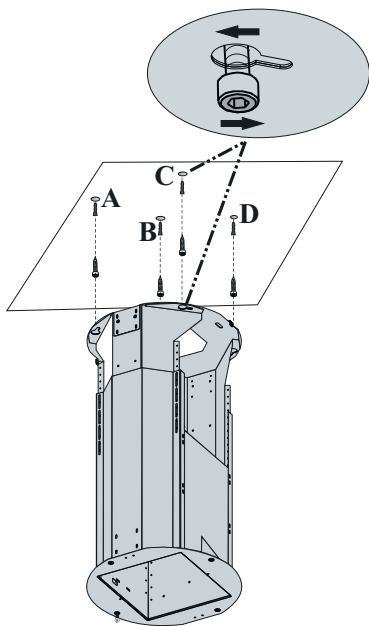

Fig. 12
- Slå in pluggarna Ø10 mm i de borrarade hålen (Fig. 12).
- Skruva fast skruvarna 5,5 x 60 i pluggarna. Se till att det finns 5mm mellanrum mellan skruvhuvudet och väggen (Fig. 12).
- Vrid hålen på motorn så att de passar till 5.5x60-skruvarna som du har skruvat fast på väggen och vrid fast motorn medurs (Fig. 12).
- Efter att skruvarna på motorn har monterats, spänn åt dem och fixera motorn (Fig. 12).